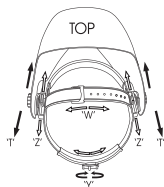

Abb.5
- **Passform des Helms einstellen.** Der Gesamtumfang des Kopfbandes kann durch Drehen des Knopfes hinten am Kopfband vergrößert oder verkleinert werden (siehe Einstellung "Y" in Bild 5). Dies kann bei aufgesetztem Helm erfolgen. Stellen Sie die Spannung so ein, dass er fest aber nicht zu eng auf dem Kopf sitzt.
- Die optimale Kopfbandhöhe lässt sich mit dem Querband individuell einstellen. Lösen Sie das Querband, in dem Sie den Nippel aus dem Loch im Band drücken. Verschieben Sie die beiden Enden nach Bedarf weiter oder enger, und drücken den Nippel in das nächstgelegene Loch (siehe Einstellung "W" in Bild 5).
**Schritt 1:** Lösen Sie bei heruntergeschwenktem Helm die Klemmutter (siehe "T" in Bild 5) um den Abstand zwischen Helm und Gesicht einzustellen.
**Schritt 2:** Lösen Sie nun die Klemmutter auf beiden Helmseiten und schieben Sie den Helm zum Gesicht oder vom Gesicht weg (siehe Einstellung "Z" in Bild 5). Es ist wichtig, dass der Abstand beider Augen zur Vorsatzscheibe gleich ist. Der Abdunkelungseffekt kann sonst ungleich erscheinen.